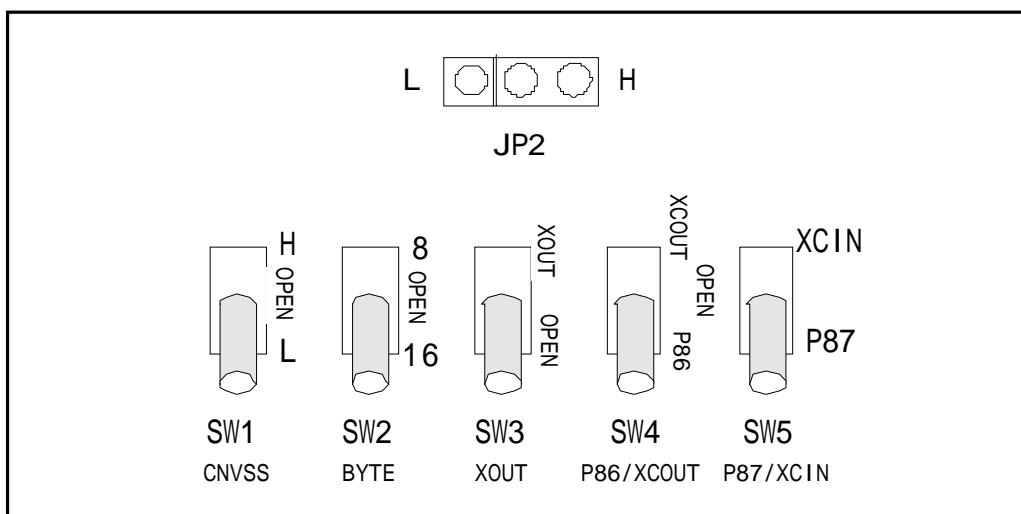

図 4.3 セルフチェック時のスイッチ設定 (=出荷時の設定)
- ① エミュレーションポッド内のスイッチ設定を出荷時の設定(図 4.3参照)にしてください。
- ② ターゲットシステムが接続されている場合は、ターゲットシステムを外してください。
- ③ 電源投入後、2秒以内にPC4701フロントパネルのシステムリセットスイッチを押し、メンテナンス用の特殊モードに切り替えます。
- ④ “SAFE”のLEDが点滅開始するのを確認後、もう一度システムリセットスイッチを押ししてください。
- ⑤ セルフチェックを開始します。約2分で正常終了表示されればセルフチェック終了です。
- 本製品内部のスイッチが出荷時の設定(図 4.3)になっているかご確認ください。